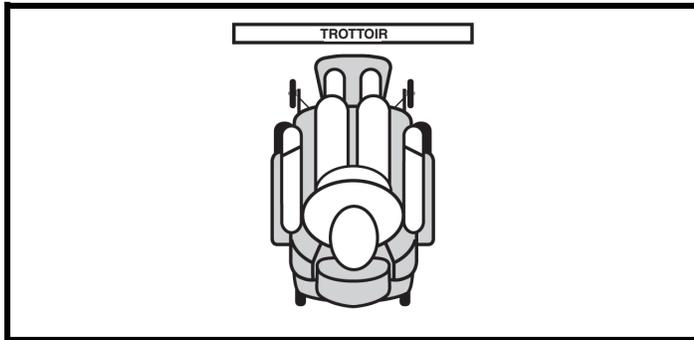

Figure 2. Approche correcte
1. Approchez lentement et perpendiculairement la bordure ou l'obstacle. Voir la figure 2.